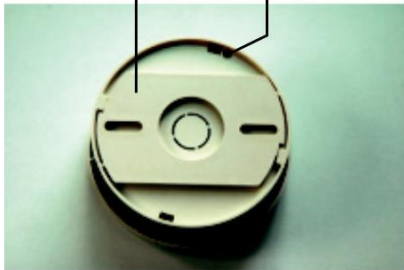
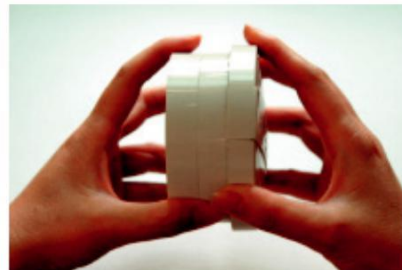

Abb.: 1
Abb.: 2
- 1.) Den Jumper J5 auf NOMRAL stecken (siehe Abb.:1, S56)
- 2.) Die vertikale Höhengausleuchtung (PCB Skala Abb.:1 S56) anpassen. Angaben für das anpassen der Skala entnehmen Sie bitte der unten stehenden Informationen bzw. der Tabelle 1.
Die vertikale Höhengausleuchtung kann durch das verschieben der PCB Skala (siehe Abb.:1, S56) eingestellt werden. Je nach Höhe in der der Bewegungsmelder montiert wird muss die passende Zahl auf der Skala eingestellt werden. Die richtige Einstellung für die passende Höhe entnehmen Sie bitte aus der angeführten Tabelle.
1. Öffnen Sie den Rauchmelder laut Abb.: 1 und Abb.: 2.